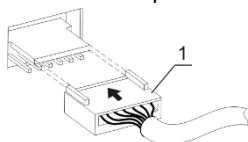

Рисунок 1. Подключение термоблока
- Выбрав термоблок, подсоедините штекер к разъему согласно схеме на рис. 1. Убедитесь, что разъем установлен плотно, до упора.
Внимание! По истечении заданного интервала времени вращение платформы прекращается автоматически, но нагрев можно прекратить, только уменьшая температуру кнопкой **T (°C)** ▼ (нижняя на рис. 1/3) до появления индикации **OFF** в верхней части дисплея.